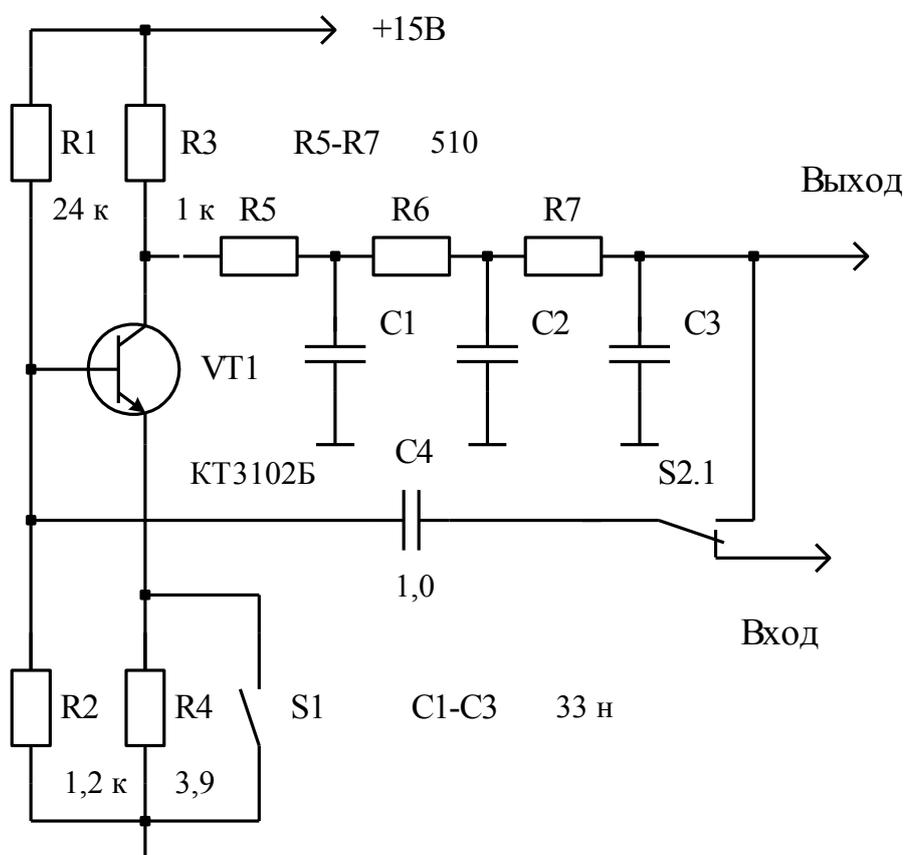

Рис. 4.1. Генератор с фазовращающей  $RC$  цепью
Генератор с фазовращающей  $RC$ – цепью (рис.4.1) состоит из усиленного каскада с поворотом фазы на  $180^0$  и фазовращающей  $RC$ – цепи, у которой фазовый сдвиг в  $180^0$  имеет место на единственной частоте
Изучить принципиальную схему генератора с фазовращающей RC цепью (рис.4.1).
4.3.1. Рассчитать частоту генерации для схемы на рис.4.1.